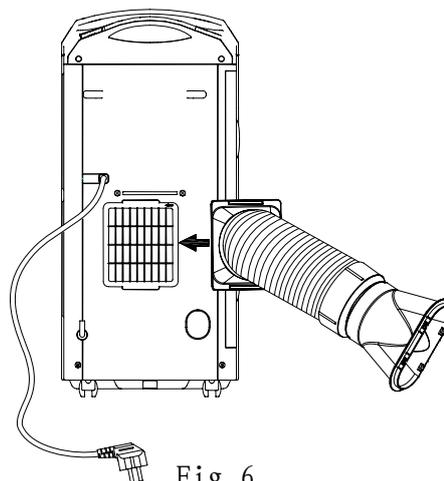

Fig 6
- 1) Fije el extremo cuadrado del ducto de aire a la rejilla de ventilación del equipo (Fig.6).